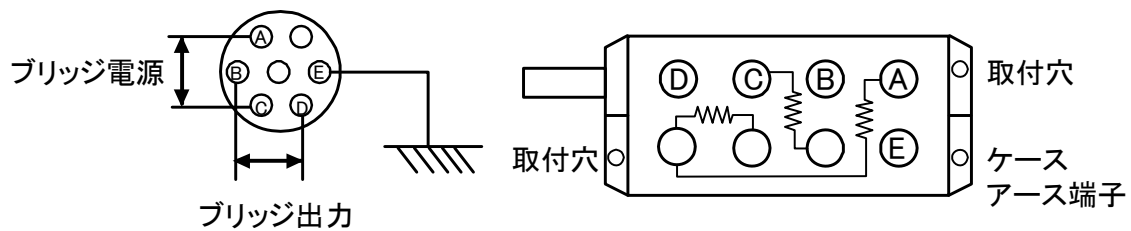

図4-1 ブリッジボックス概観
(1) 設置方法
- B) 固定する場合には図4-1に示す取付穴を利用してビス止めします。
(2) ブリッジボックスの結線(当社5370形)
- A) コネクタの結線は、図4-1に示すようにピン番号A、Cがブリッジ電源の供給で、B、Dが動ひずみ測定器への入力となります。Eはコモン端子です。